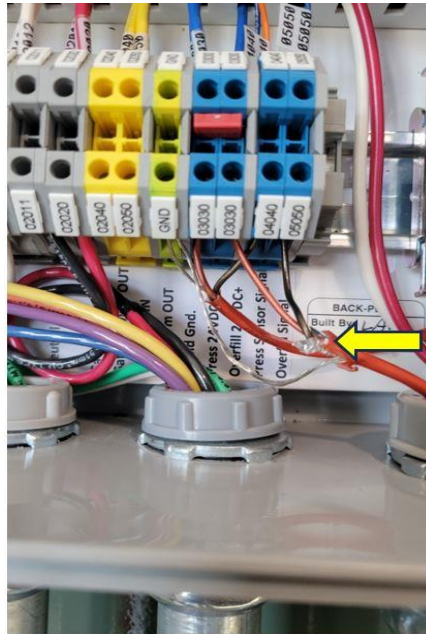

Figura 3-5: Conexiones del panel de control de GREEN MACHINE
- e. El cable blindado está conectado al panel de control VST: consulte la Figura 3-5
3. Instale dos cables clasificados para 24 VCC o más desde los terminales R5 hasta el 03030 y 05050 en el panel de control de GREEN MACHINE. **RECUERDE: NO intente compartir un relé de sobrellenado existente si está presente, el alto voltaje dañará el panel.** La mayoría de las alarmas de sobrellenado estándar utilizan 115 VCA. El cable de alto voltaje o estilo Belden es aceptable. **Vea Figura 3-5 y 3-6.**